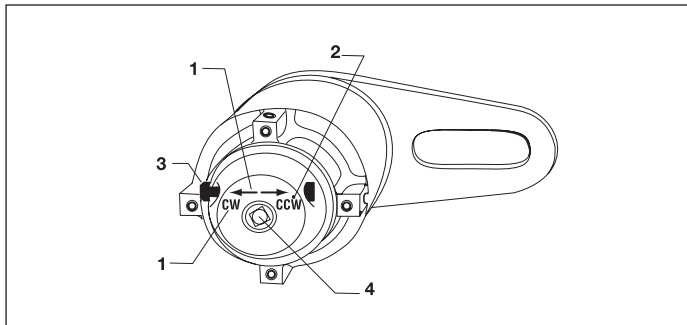

**Rysunek 1, Wymiana płytki reakcyjnej**
Kwadratowy trzpień napędowy z kołkiem ścinanym (rys. 1 element 4) zabezpiecza elementy wewnętrzne w przypadku przekroczenia maksymalnego znamionowego momentu wyjściowego. Ta funkcja przeciwprzeciążeniowa powoduje pęknięcie trzpienia, w przypadku gdy moment wyjściowy mieści się w przedziale od 103% do 110% wartości znamionowego momentu wyjściowego. Do wzmacniacza momentu obrotowego dołączony jest jeden wymienny trzpień (E391, E392, E393, E492, E493, E494, E495) (dodatkowe części zamienne można zamówić u dystrybutora firmy Enerpac).
3. Zamocuj nasadkę kwadratową w odpowiednim rozmiarze na kwadratowym trzpieniu napędowym wzmacniacza momentu obrotowego (rys. 1, element 4). Umieść nasadkę i wzmacniacz momentu obrotowego na łączniku, który ma zostać dokręcony.
- Wykręć śruby (rys. 1, element 2) mocujące płytke reakcyjną (rys. 1, element 1) do wzmacniacza momentu obrotowego, a następnie zdejmij płytke reakcyjną ze wzmacniacza momentu.
- Ponownie zamocuj płytke reakcyjną na wzmacniaczu momentu obrotowego za pomocą śrub wykręconych uprzednio (rys. 1, element 2).